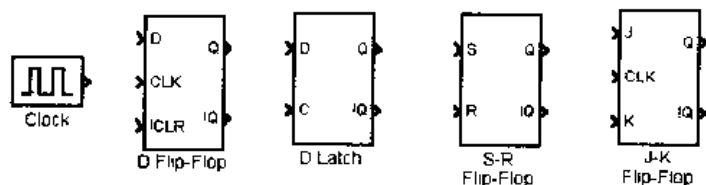

图 5.6 触发模块库中的模块
(4) 触发模块库包含的模块如图 5.6 所示。包括：时钟模块、D 锁存器模块、S-R 触发器模块、D 触发器模块和 J-K 触发器模块（负沿触发）。